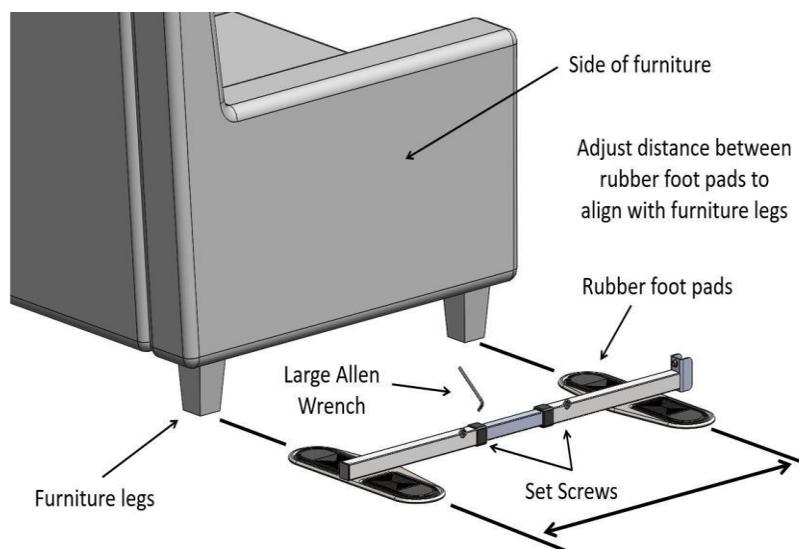

**FIGUR 2**
2. Schieben Base Front Montag und Basis Zurück Montag auf das Basismittelrohr , wie in Figur 2 dargestellt.